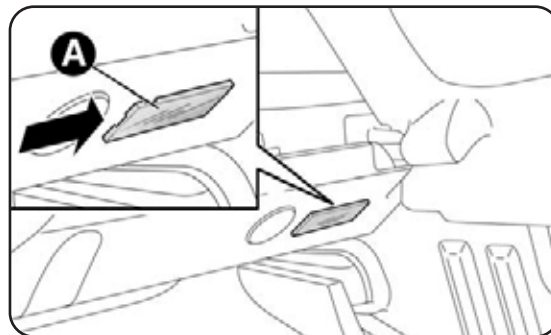

fig. 33
- abra el maletero y extraiga el plafón A-fig. 33 actuando en el punto indicado por la flecha;
- vuelva a montar el plafón A-fig. 33 introduciéndolo en su posición correcta, primero de un lado y luego, presionando del otro hasta oír el “clíc” de bloqueo.